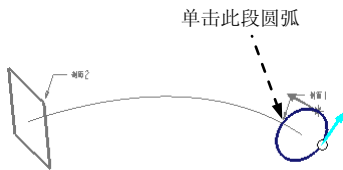

图 4.3.48 选择圆弧
(3) 定义混合类型。在“扫描混合”操控板中单击参考选项卡，在“参考”界面的截平面控制下拉列表中选择垂直于轨迹（此为默认选项）。
(4) 定义第一个混合截面。
① 在“扫描混合”操控板中单击截面选项卡，在“截面”界面中选中选定截面单选选项。
② 在系统选择一个链曲线/边的提示下，单击图 4.3.48 中的圆弧。